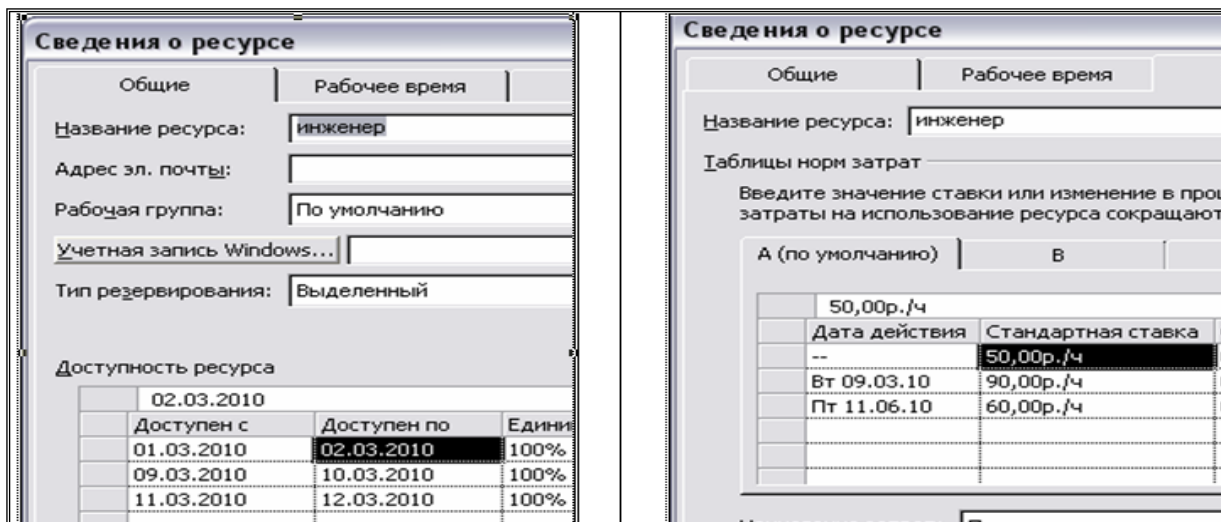

Рис.20. Оплата инженера по периодам доступности на вкладках *Общие* и *Затрат* диалогового окна «Сведения о ресурсе»
8. Используя диалоговое окно «Сведения о ресурсе» введите почасовые ставки (вкладка *Затраты*) оплаты инженера соответственно его доступности (вкладка *Общие*) – рисунок 20.